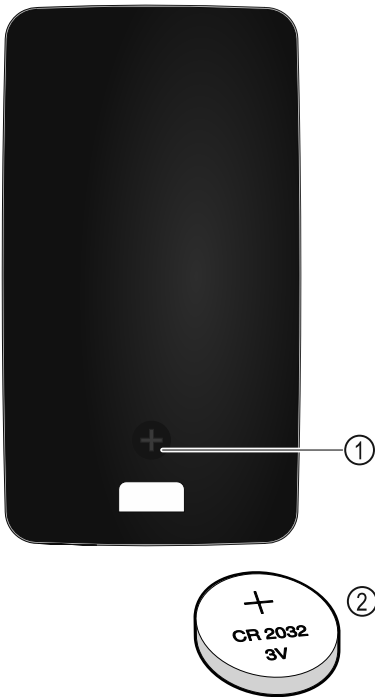

Fig. 220
Η τροφοδοσία ρεύματος του τηλεχειριστηρίου πραγματοποιείται από μια μπαταρία του τύπου CR 2032 με 3V Fig. 220 (2), η οποία είναι διαθέσιμη στο εμπόριο.
- ▶ Ξεβιδώστε τη βίδα Fig. 220 (1) στην πίσω πλευρά του τηλεχειριστηρίου.